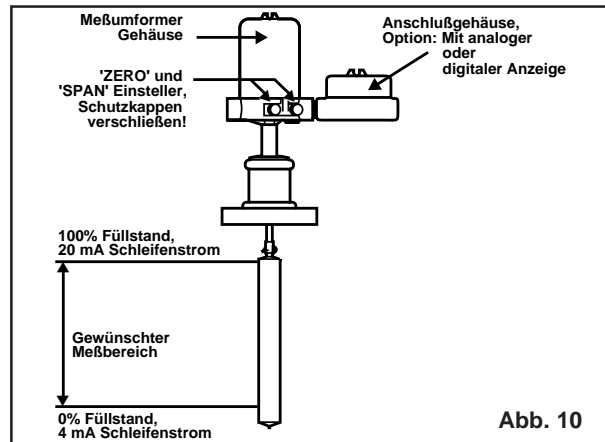

Abb. 10
6. Wenn die Flüssigkeit nicht bis 100 % angehoben werden kann, stellen Sie mit den "SPAN" Einsteller einen mA-Wert ein, der dem Füllgrad in % entspricht. Sie erreichen die größte Einstellgenauigkeit bei möglichst großer Füllstanddifferenz. Siehe **Abb. 10**.